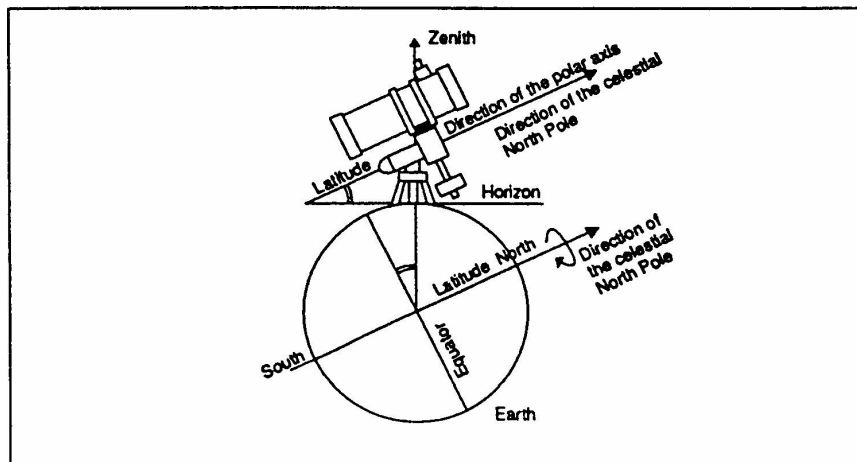

Рис. 4-4
1. Установите телескоп таким образом, чтобы полярная ось была направлена на север (Рис. 4-4).